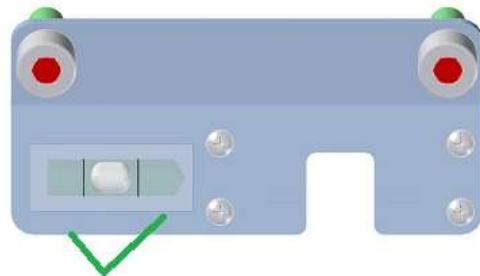

Fig. 3: Regolazione della posizione tramite livella
- Regolare la posizione verticale dell'asta per mezzo delle viti di posizionamento, di modo che il foro della livella risulti centrato (v. Fig. 3).